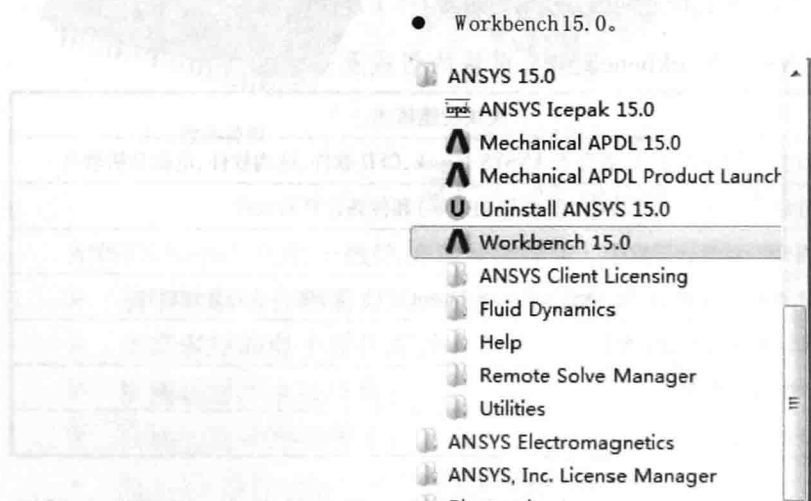

图 1-3 ANSYS Workbench 启动
1. 单击“开始”菜单, 在“所有程序”中选择 ANSYS15.0→Workbench15.0 命令, 如图 1-3 所示, 即可启动 ANSYS Workbench15.0。